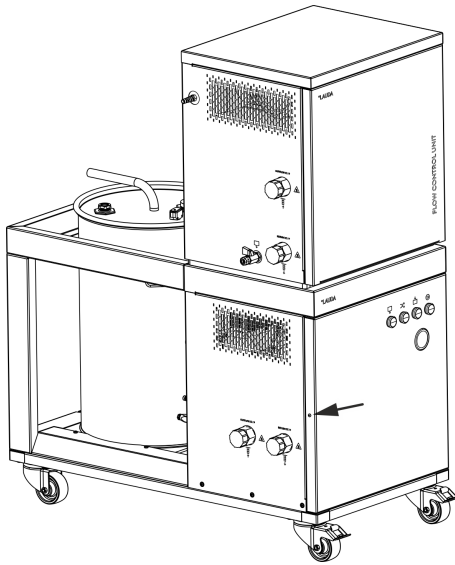

Fig. 4 : Ouverture de la porte
6. Dévissez les vis Torx sur la porte de l'Unité de remplissage et de vidange (flèche, Fig. 4). Tirez la porte sur le côté gauche hors de son dispositif de verrouillage. Faites basculer la porte précautionneusement vers la droite.